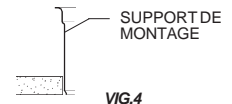

FIG.4
2. Installer le luminaire de façon à ce que la partie inférieure du *support de montage* soit à peu près alignée avec le plafond fini. On peut procéder à un ajustement final à l'aide des *vis* situées à l'intérieur du luminaire. (Fig.4,5)